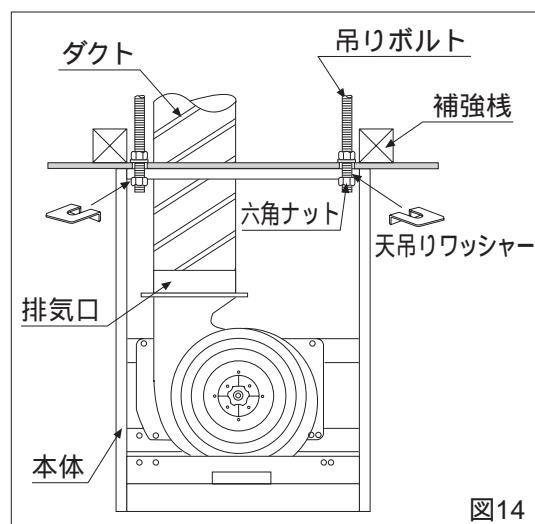

図14
(2) 本体の天井への固定
- ① 本体の天吊穴 4ヶ所に吊りボルトを通して、本体を天井に押しつけてください。（図14）